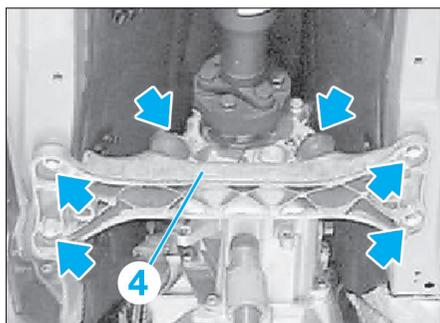

Fig. 16
- [1]. Clé à ergots pour le desserrage du palier de levier de vitesses (réf BMW : 25 1 120) (Fig.16).
- les vis et les écrous (flèches) (Fig.16),
- la traverse de soutien (4).